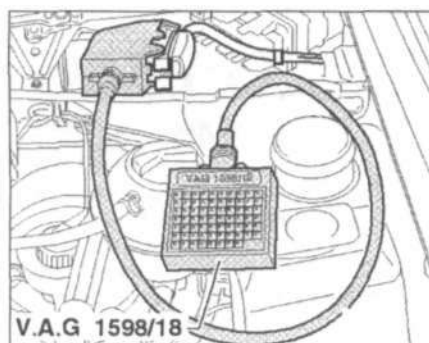

Рис. 5.45. Присоедините тестер V.A.G 1598/18 к жгуту проводов блока управления двигателем.
10. Присоедините тестер V.A.G 1598/18 к жгуту проводов блока управления двигателем (рис. 5.45).
- проверьте провод между тестером и разъемом на разрыв цепи: гнездо 42 тестера и контакт 4 четырехконтактного разъема проводки (рис. 5.45). **Заданное значение:** макс. 1.5 Ом.